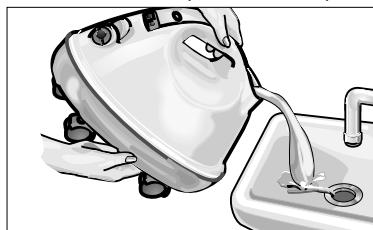

Abb. 4: Reinigung des Kessels
- Füllen Sie den Kessel mit Wasser und schütteln ihn kräftig durch. Dadurch lösen sich Kalkrückstände, die sich auf dem Boden des Kessels abgesetzt haben. Gießen Sie dann das Wasser aus (siehe Abb. 4).
- Schütten Sie das restliche Wasser vollständig aus dem Kessel (s. Abb. 4).